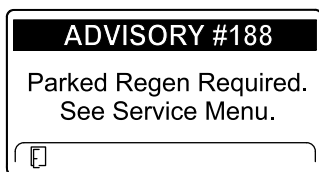

Рисунок 66
- Требуется стационарная регенерация ИНФОРМАЦИОННОЕ СООБЩЕНИЕ № 188 (Рисунок 66)